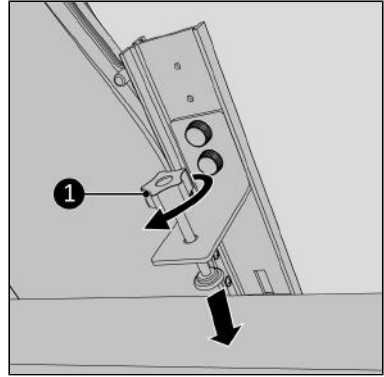

Abbildung 153.
14. Schrauben Sie die Klemmschraube vorsichtig am Fensterrahmen fest (Abbildung 153, Pos. 1).